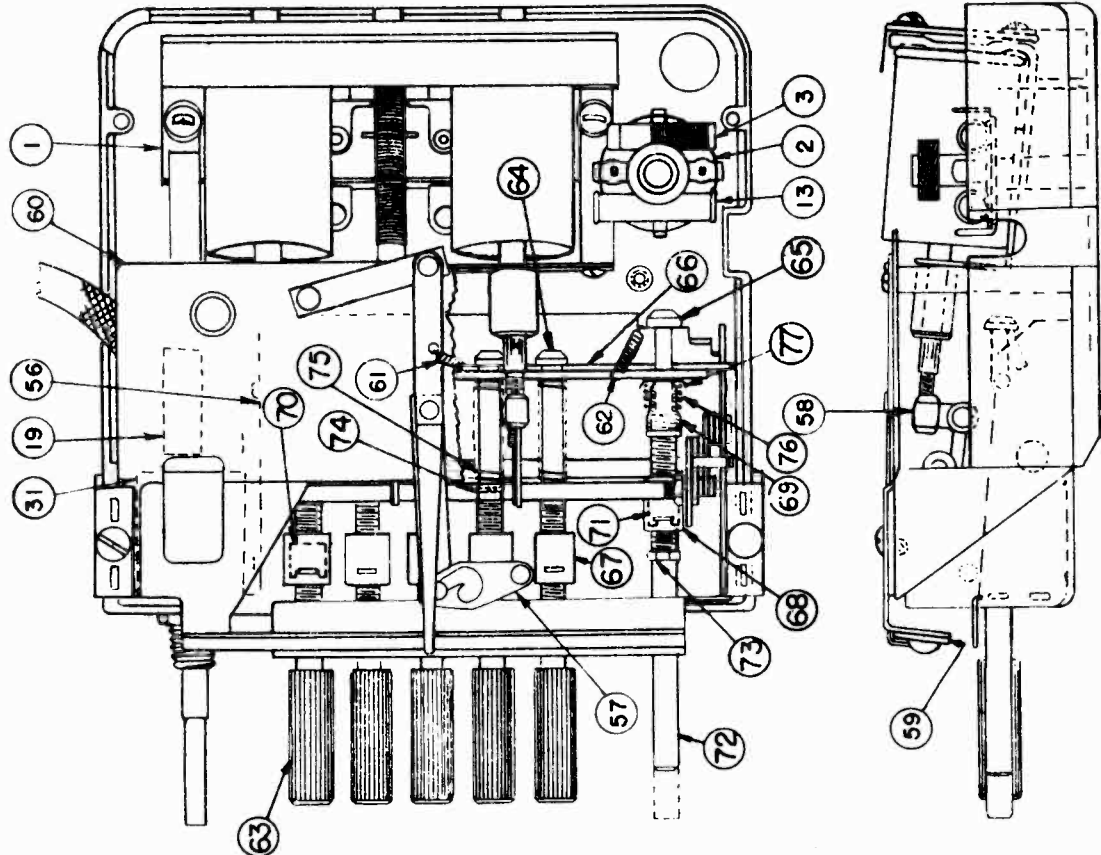

FIG. 5--PARTS LAYOUT--TUNER UNIT
- (d) Adjust the oscillator shunt trimmer "F" (Fig. 5) for maximum output.
- (d) Adjust the antenna trimmer "F" (Fig. 5) for maximum output.